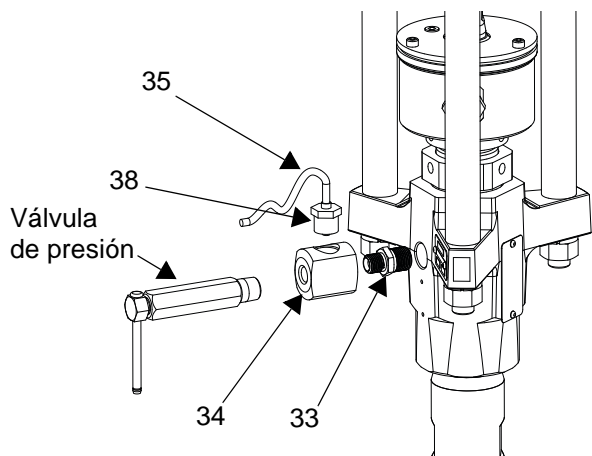

FIG. 61: Instalación del sensor de presión
- b. Aplique el sellador suministrado en el adaptador (33), el colector (34) y la válvula de presión. Instale estos tres en el orden mencionado. Consulte la FIG. 61.
- d. Instale la junta tórica (38) y el sensor de presión (35); utilice alambres (32) para sujetar el cable al elevador y a la manguera de aire.